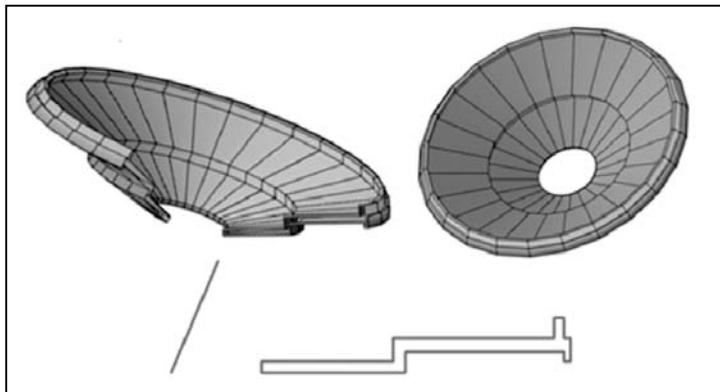

Рис. 3.8. Сетевая поверхность,
**Сеть вращения.** Команда «П-ВРАЩ» создает сеть, приблизительно соответствующую поверхности вращения, путем вращения профиля относительно указанной оси (рис. 3.8). Данный профиль называется криволинейной траекторией. Профиль может состоять из отрезков, кругов, дуг, эллипсов, эллиптических дуг, полилиний, сплайнов, замкнутых полилиний, многоугольников, замкнутых сплайнов и колец.